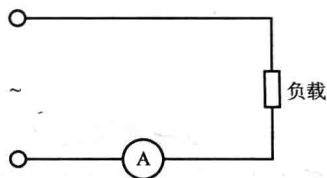

图 1-1 交流电流的测量
1. 交流电流的测量 在测量量程范围内将电流表串入被测电路即可,如图 1-1 所示。